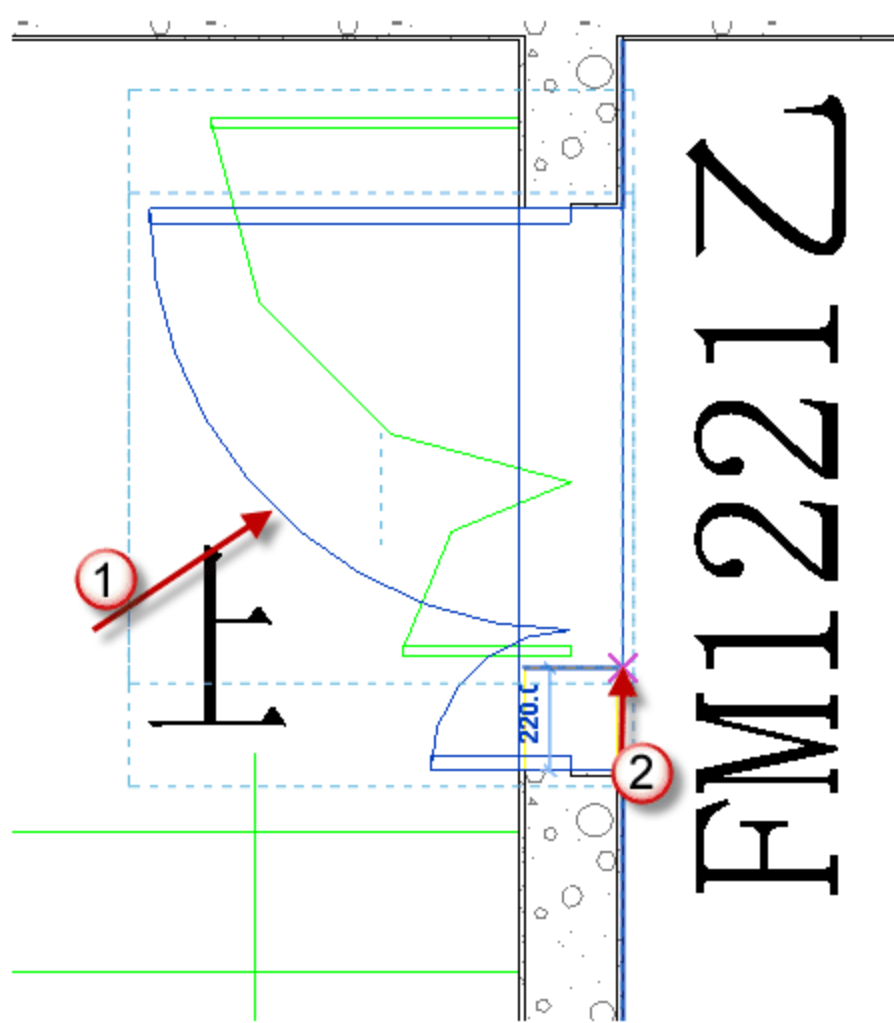

图 9.3.22 移动“FM1221 乙”
(17) 移动“FM1221 乙”族。先选择已经插入的门族，按快捷键 M+V，移动“FM1221 乙”，如图 9.3.22 所示。